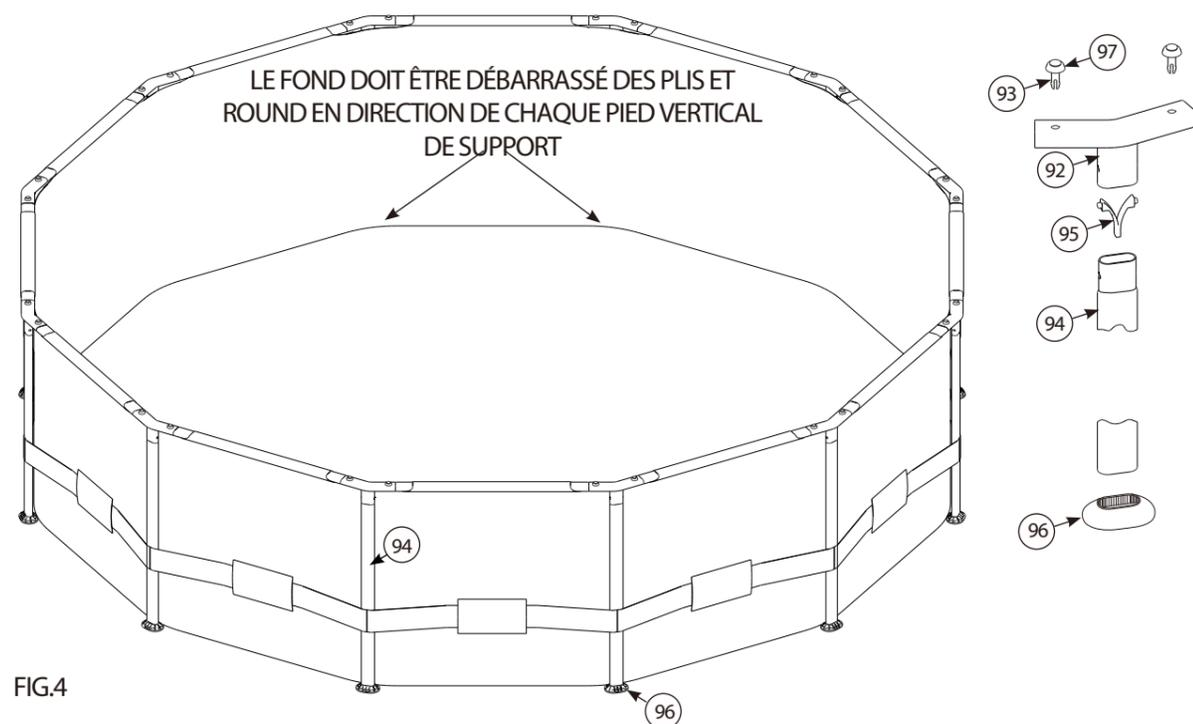

FIG.4
- D. Dès que le cadre supérieur est connecté, repérez les Pieds Verticaux (94). Ces derniers sont pourvus d'un Clip-V (95) pré-installé dans chaque extrémité supérieure. Premièrement insérez les Pieds à travers la ceinture montée à mi-hauteur tout autour de la piscine, voir **Fig. 4.** Ensuite introduisez chaque Pied dans un Raccord-Té, poussez les boutons en introduisant chaque Pied, tournez les Pieds pour aligner les boutons avec les trous des Raccords-Té jusqu'à blocage ferme. Finalement, installez le bas des Pieds Verticaux dans les Sabots (96) autant qu'ils puissent pénétrer.
- F. Vérifiez que le drain est sûrement bouchonné avec le bouchon bien en place. Commencez le remplissage de la piscine en eau. NOTE: DÈS QUE L'EAU ATTEINT ENVIRON 1 POUNCE AU-DESSUS DU FOND, ARRÊTEZ LE REMPLISSAGE ET LISSEZ LES PLIS AU FOND DE LA PISCINE TOUT EN VOUS ASSURANT QUE LE FOND EST PLAT ET ÉGALEMENT ROUND DANS TOUTES DIRECTIONS. VOIR **FIG. 4** CI-DESSOUS.